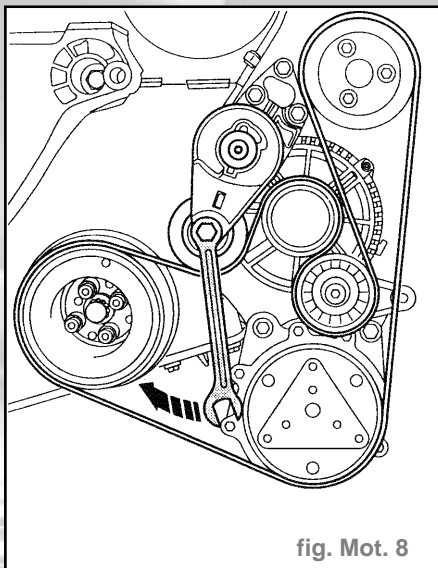

fig. Mot. 8
- Débrancher l'électrovanne de limitation de pression de suralimentation (2) de son support et la placer sur le moteur (les flexibles restent raccordés).
- Mettre en place une clé polygonale plate ouverture 16 sur le six pans du galet-tendeur (fig. mot. 8)